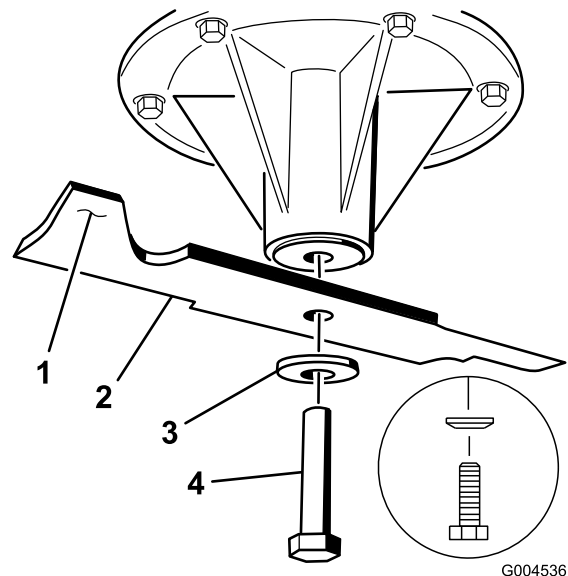

Bild 68
2. Entfernen Sie die Messerschraube, Federscheibe und das Messer von der Spindelwelle (Bild 68).
Schnittmesser in seiner horizontalen Position bleibt, ist es ausgewuchtet und kann wieder verwendet werden. Feilen Sie, wenn das Schnittmesser nicht ausgewuchtet ist, vom Flügelbereich des Messers etwas Metall ab (Bild 68). Wiederholen Sie diesen Vorgang, bis das Messer ausgewuchtet ist.
1. Setzen Sie das Messer auf die Spindelwelle (Bild 68).
2. Setzen Sie die Federscheibe und die Messerschraube ein. Der Konus der Federscheibe muss bei der Installation in Richtung Schraubenkopf zeigen (Bild 68). Ziehen Sie die Messerschraube mit 115 bis 150 Nm an.